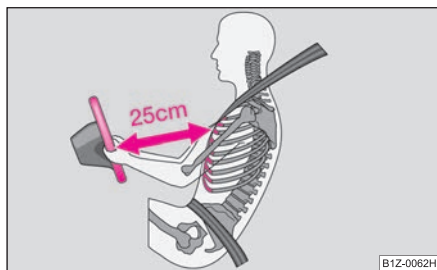

Fig. 131 Distanța sigură
- Între conducător și volan trebuie să existe o distanță de cel puțin 25 cm ⇒ fig. 131. Dacă nu se respectă această distanță, sistemul airbag nu își poate exercita eficiența maximă – Pericol!